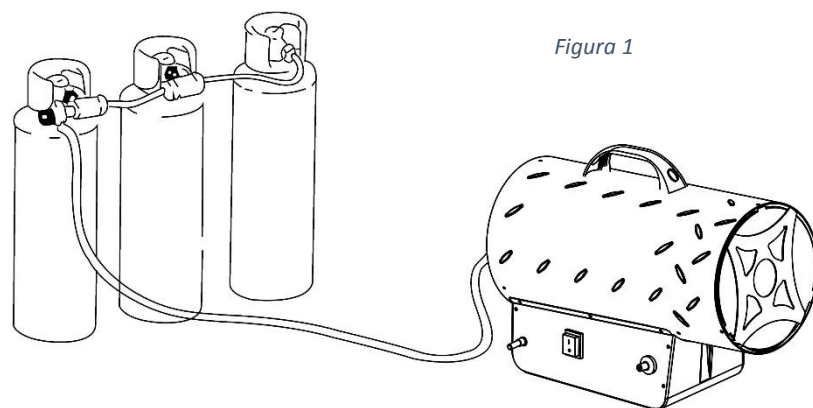

Figura 1
- 1.9. Si el calefactor tiene que funcionar durante un largo período en su capacidad máxima, es posible que se forme hielo en las bombonas de gas. Esto se debe a la extracción excesiva y a gran velocidad del gas. Nunca por este motivo o por cualquier otro, se debe calentar las bombonas de gas. Para evitar este efecto, o al menos para reducirlo, use una bombona de gas grande o dos o más bombonas unidas entre sí (Figura 1).